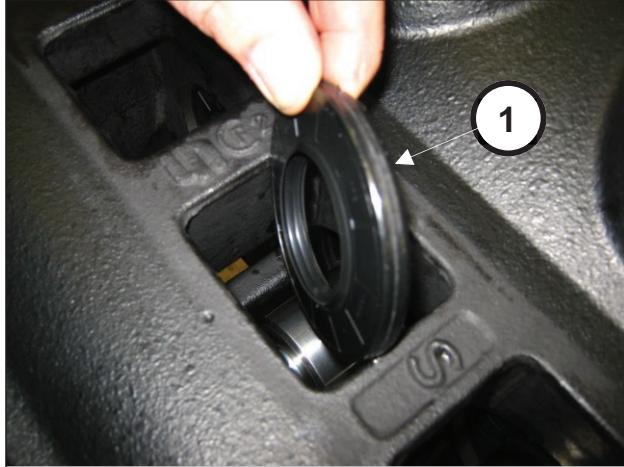

Рис. 38
Снимите инструмент и извлеките сальник (поз. ①, Рис. 38).